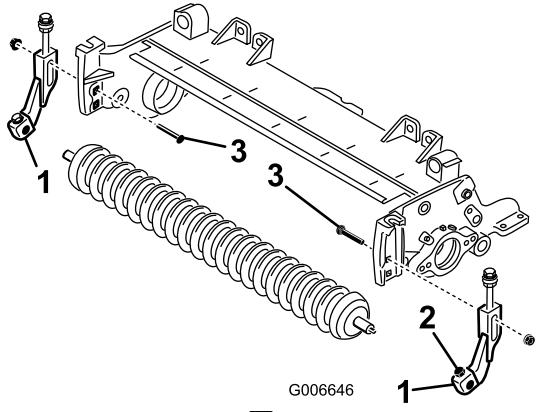

図6
8. 5/16 x 1-1/8 in キャップスクリュと 5/16 in フランジヘッドロックナットを使用して、新しい左右刈高ブラケットを、既存の前ローラに取り付ける。刈高ブラケットは図6のように組み付ける。
9. 図図6を参考にして、先ほど外したキャリッジボルトと新しい3/8 in フランジナットを使って、各サイドプレートの上側の四角穴に刈高ブラケットを仮止めする。
11. ローラが刈高ブラケットの中間にくるように調整し、キャップスクリュとロックナットでブラケットに固定する。図6。